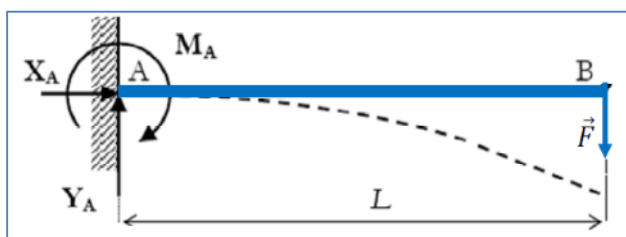

Figure 1: Poutre encastré supportant une charge concentrée à son extrémité
Considérons une barre de longueur  $L$  encastrée à une extrémité et soumise à l'autre extrémité à une force  $F$  (figure 1). Dans ce cas on néglige le poids de la barre. Cette force  $F$  provoquera un moment de force par rapport au point de fixation de la barre. Ce moment de force est responsable de la flexion de la barre. La figure 1 montre le comportement de la barre. La partie supérieure de celle-ci est allongée (effort de traction) tandis que la partie inférieure est comprimée. Il existe au centre de la barre, une ligne imaginaire (la fibre neutre) qui ne subit pas de déformation.
1) Réaliser le montage de la figure 1 puis compléter le tableau suivant: